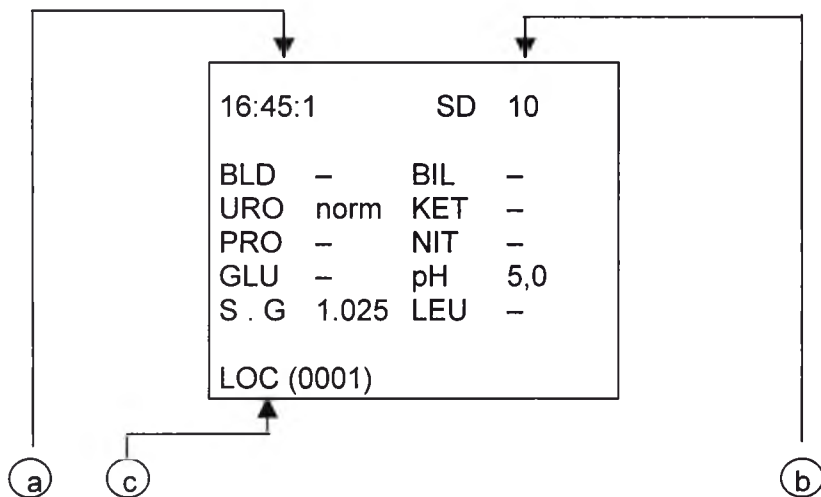

Рис. 5.10 Режим Data Base
1) Находясь в режиме System Control (рис. 5.2), нажмите клавишу **4**, прибор перейдет в режим Data Base (рис. 5.10).